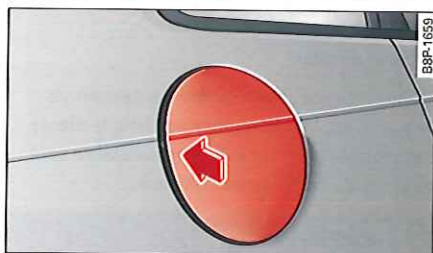

Fig. 167 Côté arrière droit du véhicule : ouverture du volet de réservoir
- ▶ Appuyez sur le côté gauche du volet de réservoir pour l'ouvrir -flèche- ⇒ fig. 167.